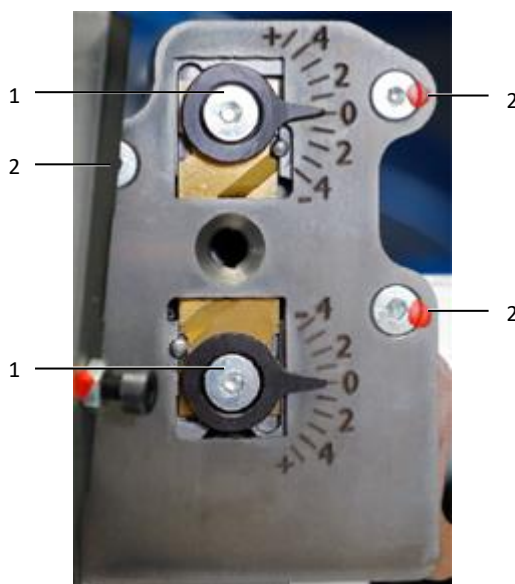

Fig. 17 : unité de dénudage
- Enlever les deux vis excentriques (fig. 17, pos. 1) (clé à six pans creux 2,5 mm).
- Desserrer les vis de fixation (fig. 17, pos. 2) (clé à six pans creux 2,0 mm) et enlever le couvercle.